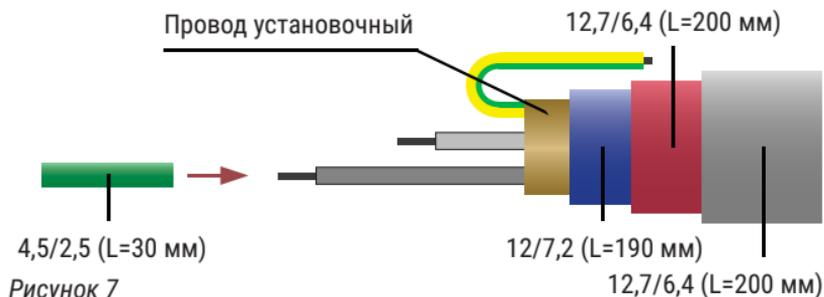

Рисунок 7
3.8. На установочный провод последовательно надвинуть следующие термоусадочные трубки (Рисунок 7):